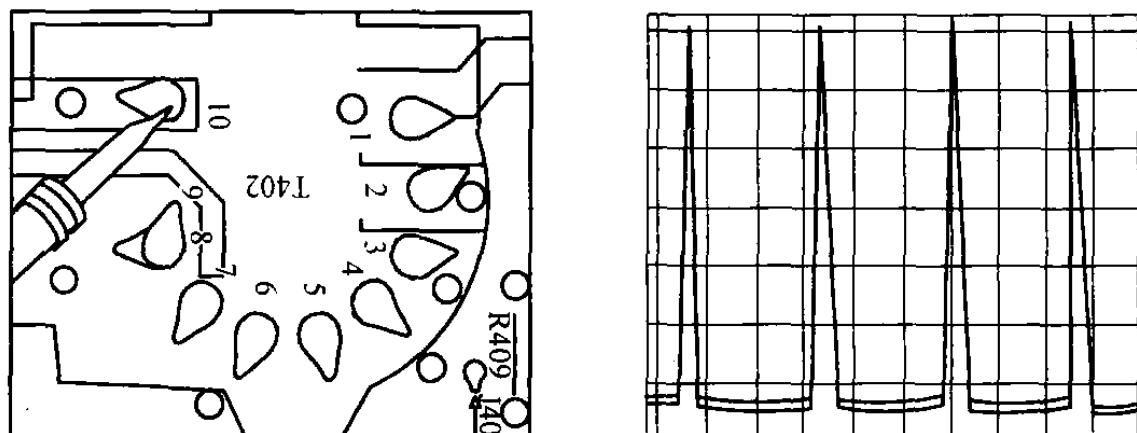

图 2-53 检测 T402⑩脚的脉冲信号
⑬ 将示波器的探头探到 T402 的⑩脚上进行检测,检测部位及正常的波形如图 2-53 所示。这个脉冲信号电压的幅度大约为 6.3 V,它为显像管灯丝供压。